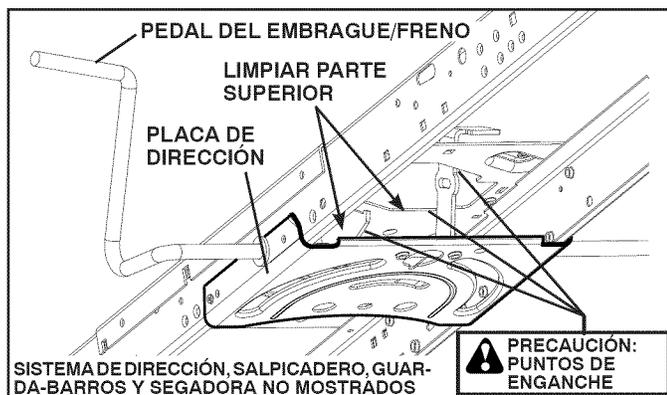

Fig. 18
**PRECAUCIÓN:** Evite todos los puntos de enganche y las piezas móviles. (Vea Fig. 18)